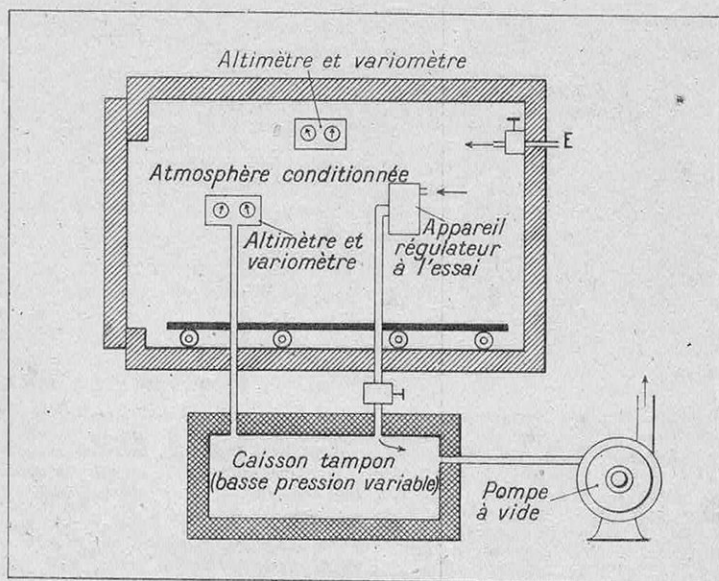
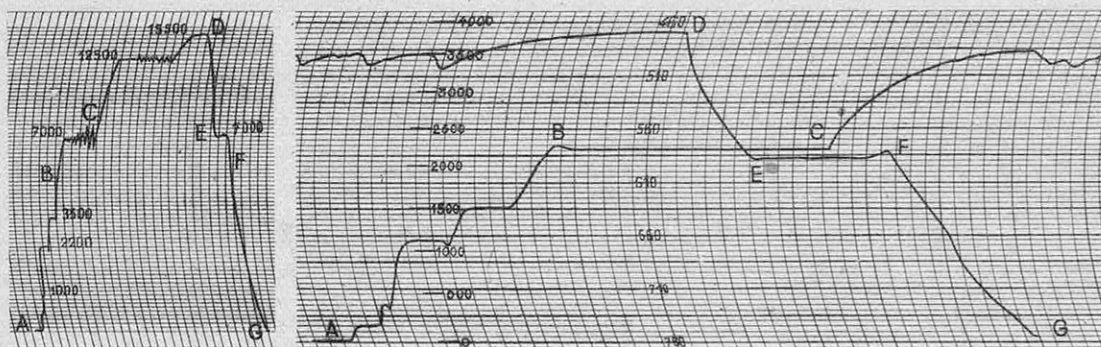

FIG. 4. — SCHÉMA DE L'INSTALLATION EMPLOYÉE POUR UN ESSAI DE RÉGULATEUR DE PRESSION
FIG. 6. — ESSAI D'UN RÉGULATEUR DE PRESSION
Ce graphique représente l'essai, dans la chambre d'altitude de l'Arsenal de l'Aéronautique, d'un régulateur de pression type Arsenal. Le graphique de gauche représente la courbe enregistrée par l'altimètre indiquant les altitudes fictives atteintes dans le caisson tampon correspondant à l'altitude extérieure (voir figure 4), et celui de droite la courbe enregistrée par l'altimètre situé dans la chambre où la pression est contrôlée par le régulateur, un débit de 50 l d'air par seconde étant fourni. (Cette deuxième courbe est fractionnée en deux tronçons parce que le tambour de l'altimètre a fait deux tours pendant l'expérience). On constate que, pendant la première phase AB, alors que l'altitude variait de 0 à 5 000 m environ, l'altitude fictive variait de 0 à 2 250 m, avec des paliers horizontaux correspondant aux paliers effectués pendant la montée. Pendant une deuxième phase BC l'altitude fictive intérieure s'est maintenue à 2 250 m, tandis que celle du caisson était portée à 7 000 m et effectuait quelques oscillations autour de cette valeur (correspondant à des évolutions de l'avion au-dessus et au-dessous de cette altitude). Pendant la phase CD, la surpression se maintient constante et la courbe de pression intérieure suit les variations de la pression du caisson. La phase DEFG représente la descente, avec palier à 7 000 m.
Les appareils servant à obtenir ces lois de pression avec les débits nécessaires sont, d'une part, des compresseurs qui envoient l'air dans la cabine sous le contrôle de soupapes, et, d'autre part, des régulateurs qui assurent à la sortie un écoulement continu, pour éviter des échappements brusques qui correspondraient à des augmentations brutales d'altitude fictive. Des soupapes de sécurité assurent une surpression constante dans le cas de vol à des altitudes exceptionnelles, et des soupapes de contre-pression évitent qu'à la descente la pression intérieure ne demeure plus faible que la pression extérieure. Nous ne décrirons pas ici ces appareils, qui sont, autant que possible, à fonctionnement et réglage automatiques (1). Ils sont vérifiés en chambre étanche, suivant la méthode indiquée par le schéma de la figure 4 ; la figure 6 montre les résultats enregistrés pendant un de ces essais.